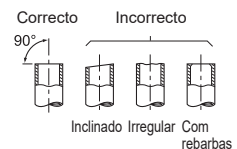

Fig. 2
- Caso a mangueira de drenagem fornecida com a unidade interior seja demasiado curta, ligue-a à mangueira de drenagem (J) que deve ser providenciada no local. (Fig. 2)